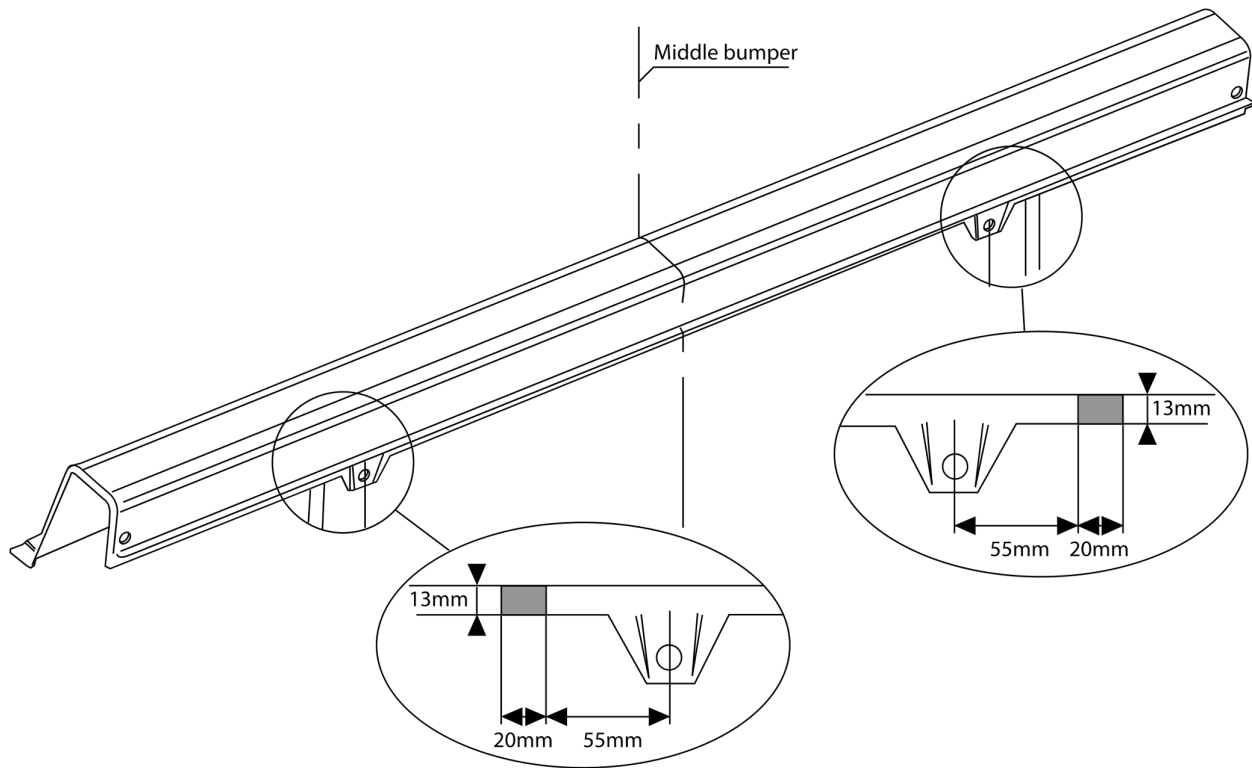

Fig. 3
12. Выпилить обозначенные части, как указано на рис. 3.